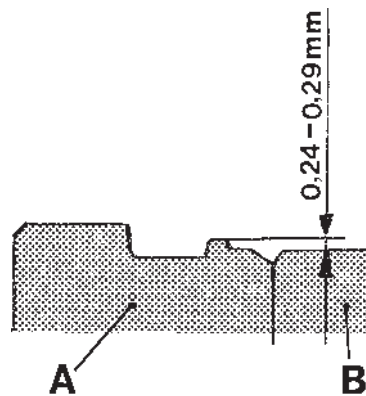

Fig. 37 Dépassement de chemises au-dessus du plan du bloc
5. Vérifier que le bord en gradins de la chemise se trouve de 0,24 à 0,29 mm au-dessus du plan du bloc (fig. 37). Ce contrôle se fait avec un comparateur à cadran et le support 2479. La mesure doit se faire sur quatre points diamétralement opposés. Vérifier que le plan du bloc n'est pas endommagé lors de la mise à zéro du comparateur. Mettre le comparateur à zéro lorsque la touche glisse sur le plan du bloc. Déplacer ensuite le comparateur sur les bords en gradins de la collerette de la chemise. Le support de comparateur doit toujours être déplacé dans la direction longitudinale du bloc-cylindres.